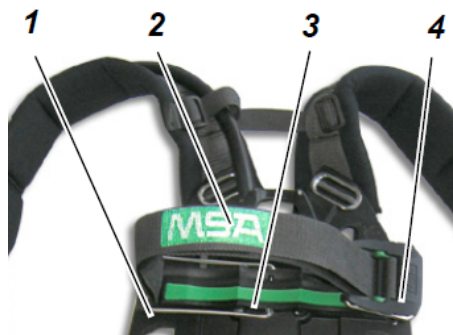
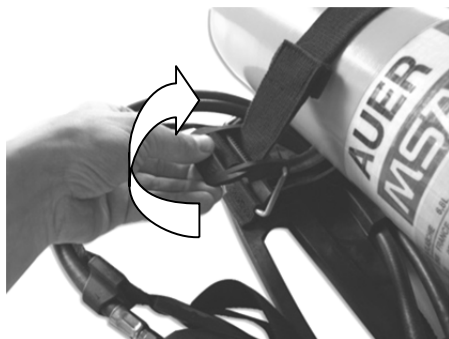
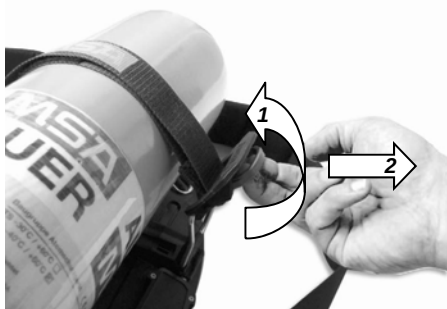

Bild 17 Tryckluftsapparat – detaljer
Bild 18 Öppna flaskbandets spännklämma
Bild 19 Återjustering av remmens längd vid klämman
- (1) Fäst tryckluftsapparaten horisontellt så att baksidan är överst (→ Bild 17).
- (2) För flaskavskiljaren (1) till ett horisontalt läge mitt emot spännklämman (4) tills den hakar i.
- (3) Kontrollera att packningen på reduceringsventilens högtrycksuttag är i bra skick.
- (4) Öppna klämman på flaskans spännrem och ta bort all spänning genom att förlänga remmen till full längd genom att dra i den lilla fliken i klämman (→ Bild 18).
- (9) Kontrollera tryckluftsflaskans position, och spänn ytterligare vid behov.
- (10) Fäll upp klämman på flaskans spännrem (4) försiktigt och helt ner över mitten tills den låses.
- (11) Om tryckkraften/spänningen är för hög när flaskklämman låses ska remmens längd justeras vid flaskklämman. Om remspänningen är för låg ska remmens längd justeras vid flaskklämman (→ Bild 19).
- (1) Skruva vid behov i alphaCLICK 2 flaskadapter i flaskventilen med åtdragningsmomentet 20–30 Nm (→ avsnitt 5).
- (2) Fäst tryckluftsapparaten horisontellt så att baksidan är vänd uppåt (→ Bild 17).
- (3) För flaskavskiljaren (1) till ett horisontalt läge mitt emot spännklämman (4) tills den hakar i.
- (5) Tryck ned tryckluftsflaskan under fästremmen (2) med tryckluftsflaskans ventil mot reduceringsventilen så att den ligger på det mittersta stödet (3).
- (6) Linjera tryckluftsflaskan med *alphaCLICK 2* axiellt mot kopplingen och montera den på *alphaCLICK 2*-kopplingen.
- (9) Kontrollera tryckluftsflaskans position och korrigera positionen vid behov.
- (12) Fäst änden av tryckluftsflaskans rem på kardborrbandet.
- (13) Öppna tryckluftsflaskans ventil en kort stund och kontrollera att ingen luft läcker ut. Dra åt igen vid behov.
- (1) Placera tryckluftsapparaten horisontalt så att baksidan är överst (→ Bild 17).
- (2) Vrid flaskavskiljaren (1) till vertikalt läge tills den hakar i.
- (3) Om det inte finns något T-stycke anslutet till reduceringsventilen (12) ska packningarna på reduceringsventilen och T-stycket kontrolleras och T-stycket ska skruvas i löst.
- (4) Öppna klämman på flaskremmen och ta bort all spänning genom att förlänga remmen till full längd genom att dra i den lilla fliken i klämman (→ Bild 19).
- (5) Tryck ned ena tryckluftsflaskan under fästremmen så att tryckluftsflaskans ventil pekar mot T-stycket och tryckluftsflaskan ligger i ett av de yttre stöden.
- (6) Skruva löst på tryckluftsflaskans ventil på T-stycket.
- (7) Tryck ned den andra tryckluftsflaskan under fästbandet så att tryckluftsflaskans ventil pekar mot T-stycket och tryckluftsflaskan ligger i det yttre stödet.
- (8) Skruva löst på den andra tryckluftsflaskans ventil på T-stycket.
- (12) Fäll ned flaskklämman tills den hakar i.
- (13) Om tryckkraften/spänningen är för hög när flaskklämman låses ska remmens längd justeras vid flaskklämman. Om remspänningen är för låg ska remmens längd justeras vid flaskklämman (→ Bild 19).
- (14) Fäst änden av tryckluftsflaskans rem på kardborrbandet.
- (15) Kontrollera att tryckluftsflaskorna sitter säkert, och dra vid behov åt på nytt.